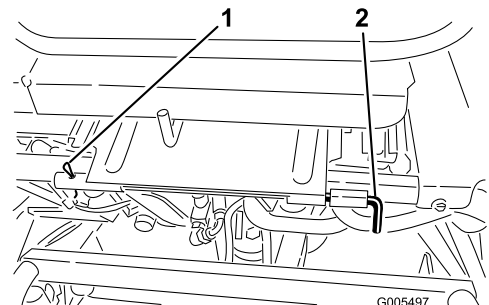

Figura 25
- Abbassate il sedile e togliete il perno a rullo che fissa l'asta orientabile del sedile al telaio (Figura 25).